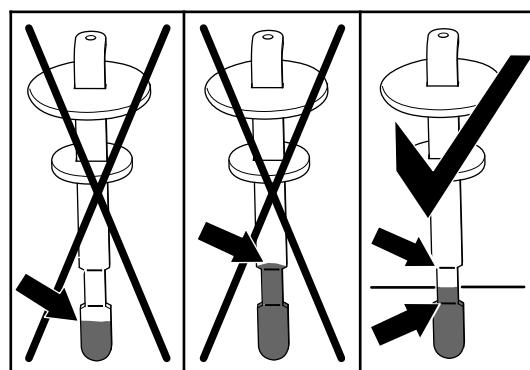

Figura 112
6. Retire la varilla y compruebe el nivel de fluido (Figura 112).